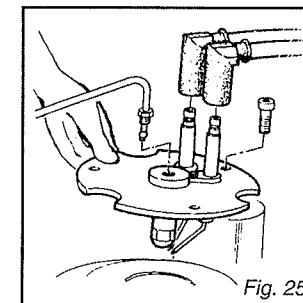

Fig. 25
1) Smontare la testa di combustione (fig.25).
1) Remove the combustion head (fig. 25).
1) Démonter la tête de combustion (fig.25).
1) Den Brennerkopf ausbauen (Abb. 25).
1) Desmontar la cabeza de combustión (fig.25).